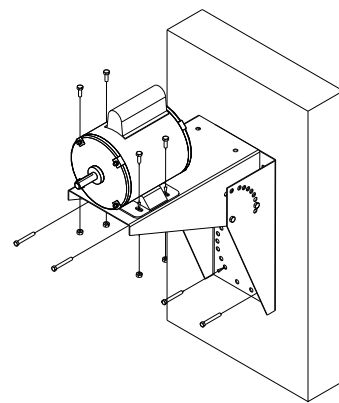

Figura 5 — Montaje del Soporte (Cabezal del Circulador no Mostrado)
5. Monte el soporte en la pared, como se muestra en la Figura 5. Use piezas metálicas apropiadas (proporcionadas por otros).